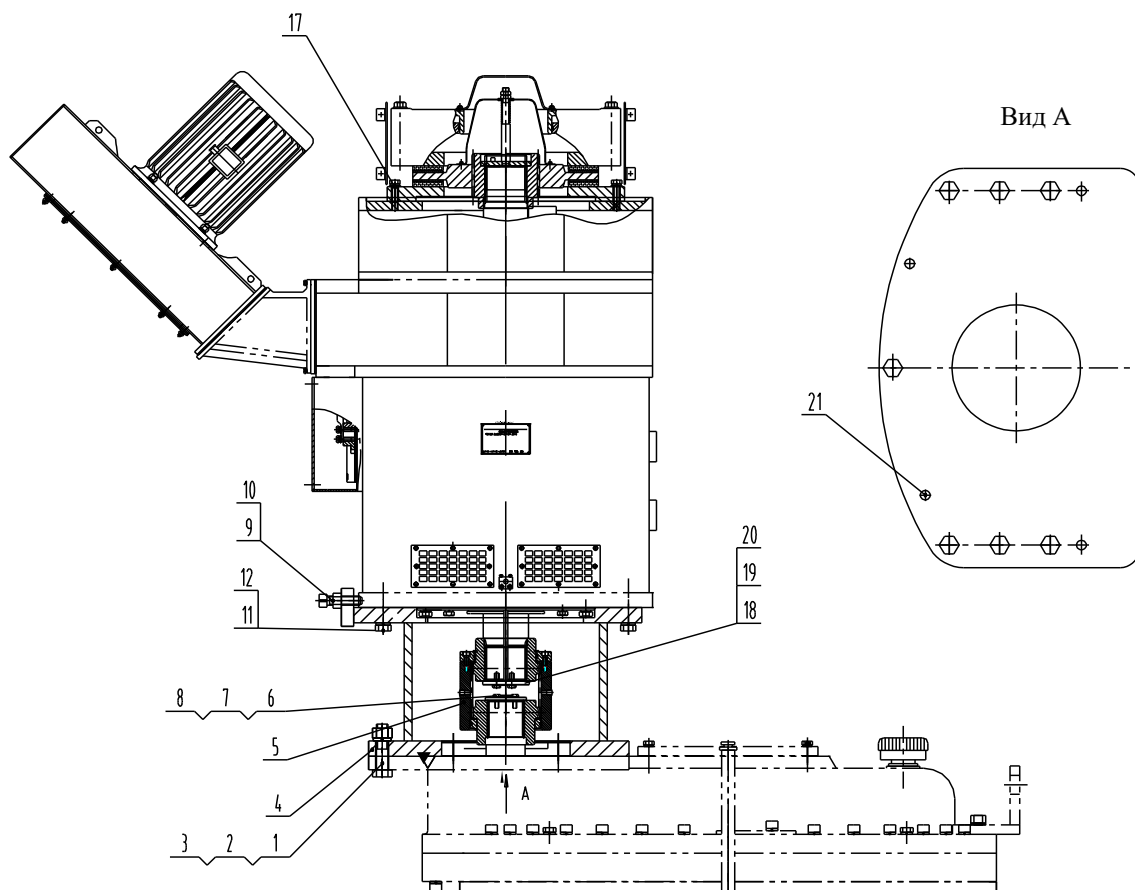

Рисунок 10-2. Монтаж электродвигателя
4. Установите двигатель и затяните крепежные болты (11), запорную шайбу (12) (рис. 10-2), крутящий момент затяжки болтов составляет 500 Н*м.
6. Затяните домкратный винт 9 (рис. 10-2).